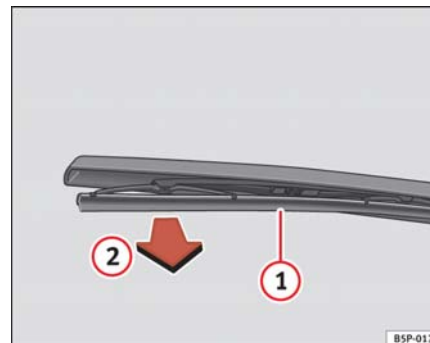

Fig. 142 Cambio de la escobilla del limpialuneta
- Separe el brazo del limpialuneta de la luneta ⇒ fig. 142 ►
- Desenclipe la escobilla ① y tire de ella ②. ⇒ página 216, fig. 142